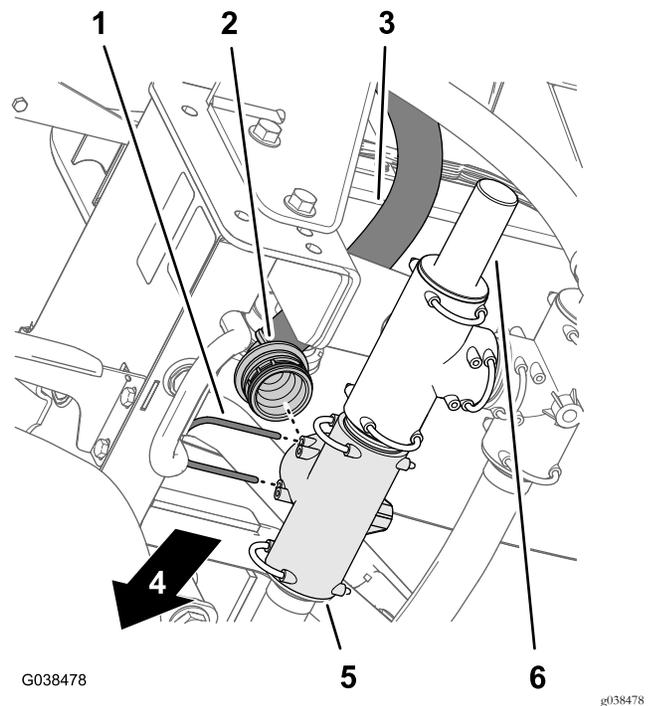

Bild 75
4. Befestigen Sie das gezahnte 90°-Anschlussstück des Sprühzulaufschlauchs im T-Anschlussstück vorne links (Bild 75).